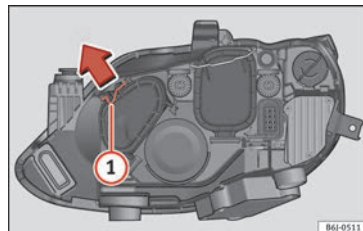

Abb. 94 Doppelscheinwerfer.
- Verschieben Sie die Strebe ① in Pfeilrichtung und nehmen Sie die Abdeckung ab » **Abb. 94.**